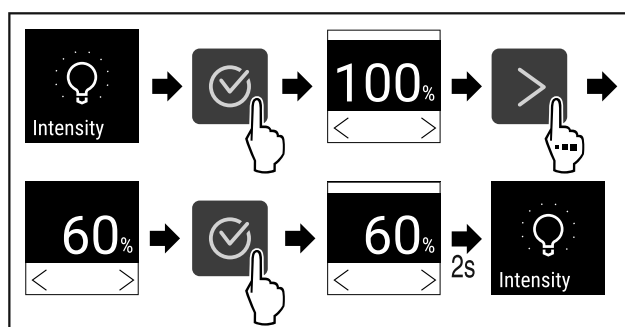

Fig. 72
▶ Vykonať kroky akcie (pozri Fig. 72) .